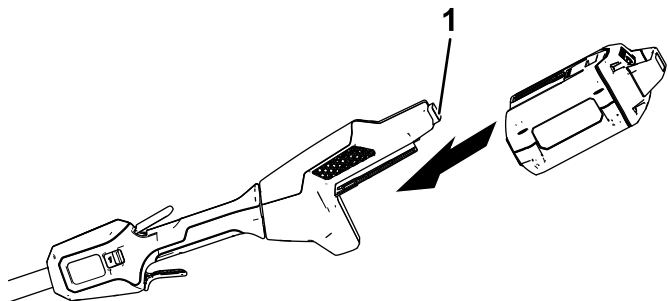

Figura 8
2. Alinee el hueco de la batería con la lengüeta del alojamiento del mango (Figura 8).
3. Introduzca la batería en el mango hasta la batería encaje en el enganche (Figura 8).